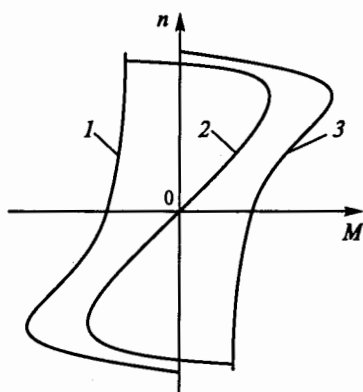

Рис. 225
**9.57.** Какая из характеристик 1...3 на рис. 225 принадлежит механической характеристике однофазного асинхронного двигателя без пусковой обмотки?